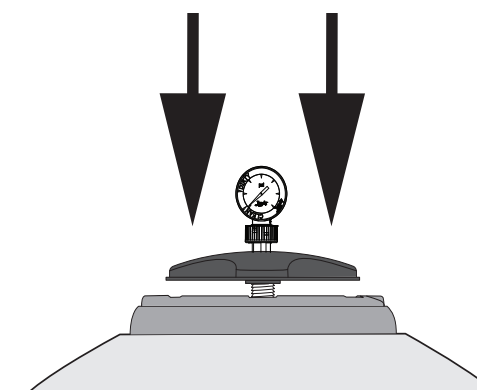

Figure 8. Touchez pour libérer le joint torique
2. Appuyez sur la molette pour lancer la fermeture le joint torique. Fig. 8